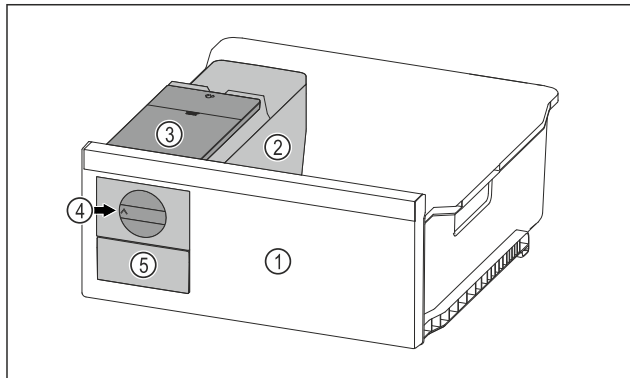

Fig. 120 Vejledende illustration
- ▶ Drej drejeknappen Fig. 120 (4) med uret indtil anslaget.
- ▶ Isterninger falder ud af isterningebakken og ned i isterningeskuffen Fig. 120 (5).